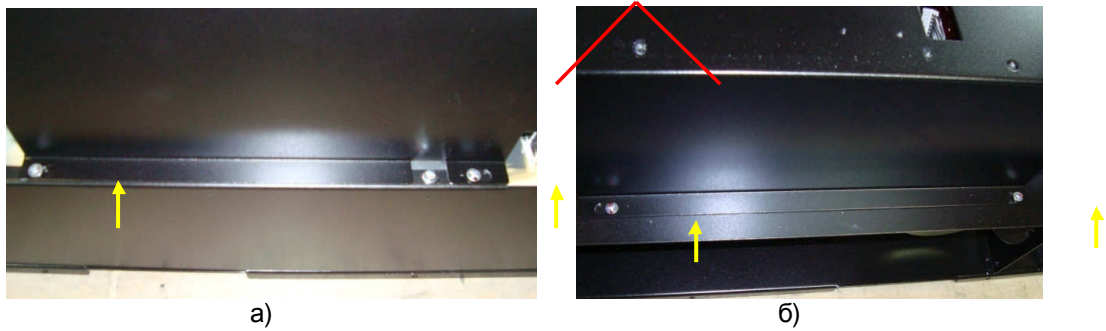

Рис. 6.17
6.10.5. Отвернуть на два оборота 4 винта (рис. 6.17а, б, желтые стрелки), сдвинуть блок конденсаторов в направлении входных полумостов и потянув вверх демонтировать.